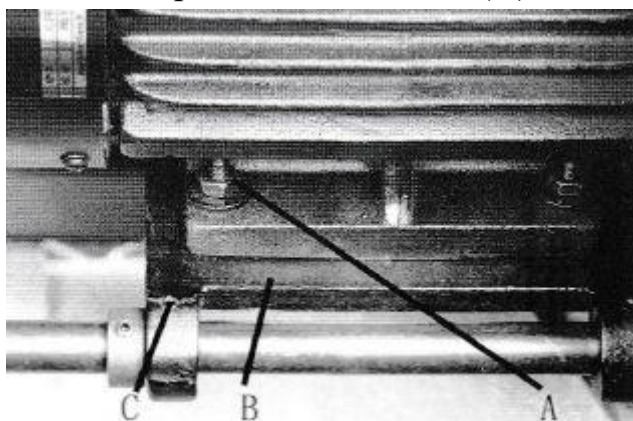
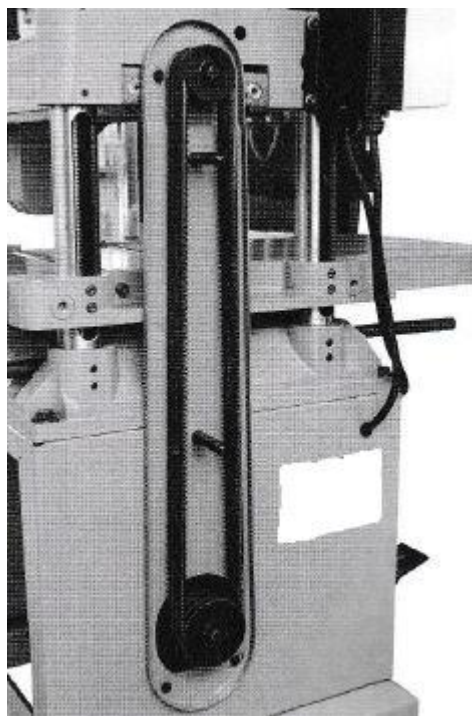
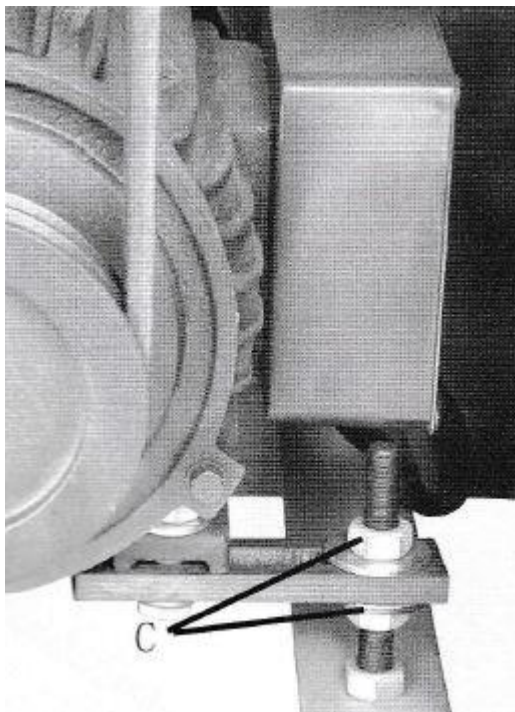

Рис. 8 Установка двигателя на монтажную пластину
Рис. 9 Установка ремней
Рис. 10 Регулировка натяжения ремня
2. Установите двигатель на монтажную пластину двигателя, как показано на Рис. 8.
ПРИМЕЧАНИЕ: Очень важно, чтобы двигатель был прикреплен к пластине двигателя с помощью крепежных деталей (А), Рис. 8.
3. С помощью линейки выровняйте шкивы двигателя и фрезерной головки, как показано на Рис. 9, пластину двигателя (В), Рис. 8, можно переместить для совмещения, ослабив установочные винты (С) в пластине двигателя (В), как показано на Рис. 8.
4. Установите ремни на двух шкивах, как показано на Рис. 9, и отрегулируйте натяжение ремня, поднимая или опуская пластину двигателя, как показано на Рис. 10, затем затяните гайки (С), Рис. 10. Правильное натяжение достигается при возникновении прогиба около 1/4 от центрального промежутка шкива при легком нажатии пальцем.